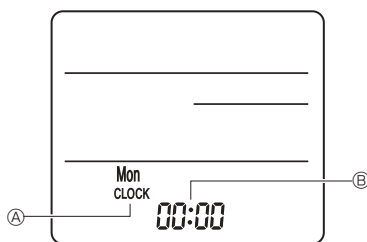

Fig. 7-10
3) Настройка (установка времени) (Fig. 7-10)
① Установите батарейки или нажмите кнопку **CLOCK** каким-нибудь предметом с острым концом.